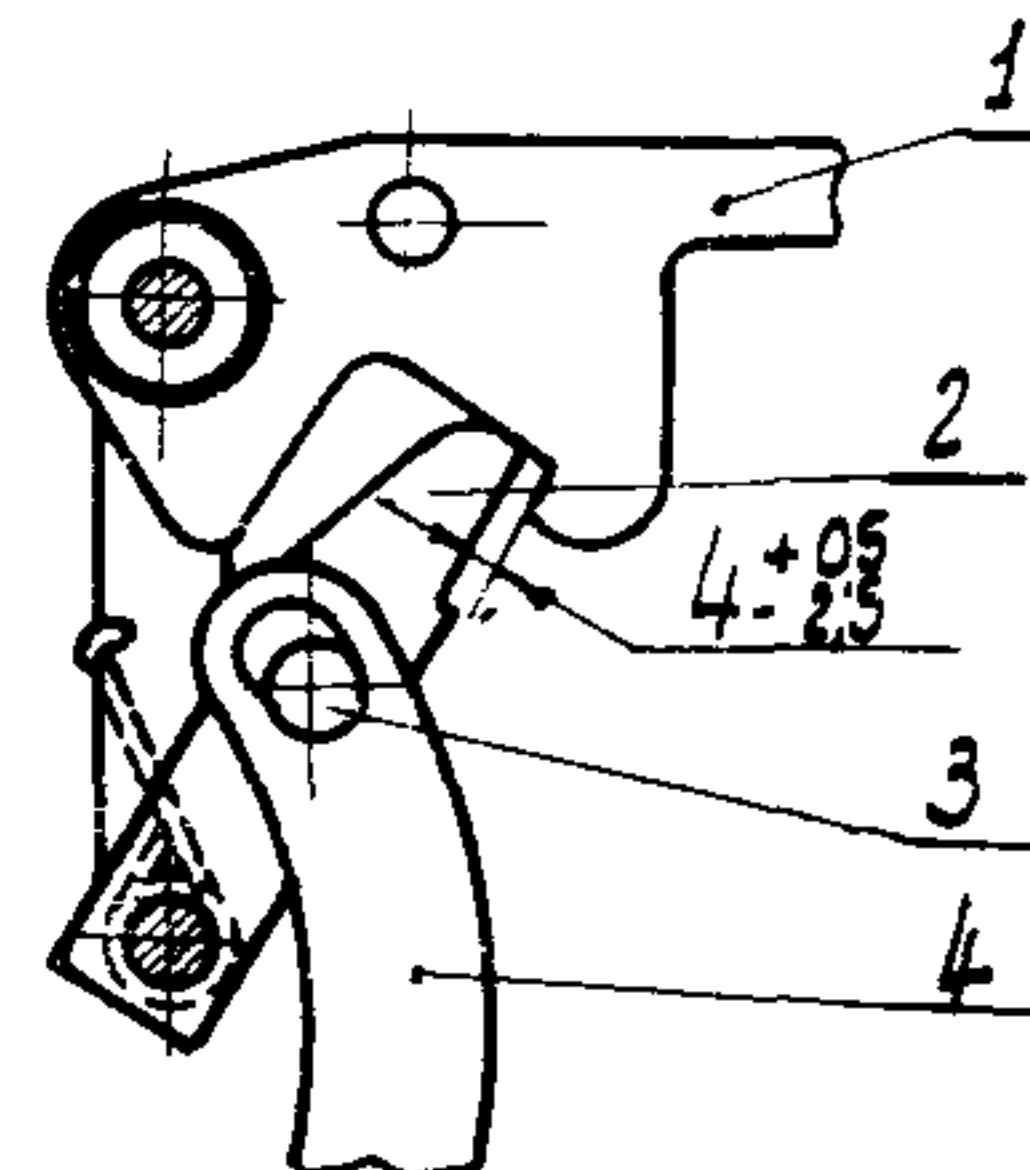

Рис.34. Установка зазора между рабочими кромками защелок и собачек:
28.2. Зазор между рабочими кромками защелок 31 и 28 и собачек 32 и 30 (см.рис.13) должен быть равным $4 \frac{+0,5}{-2,5}$ мм. (рис.34).